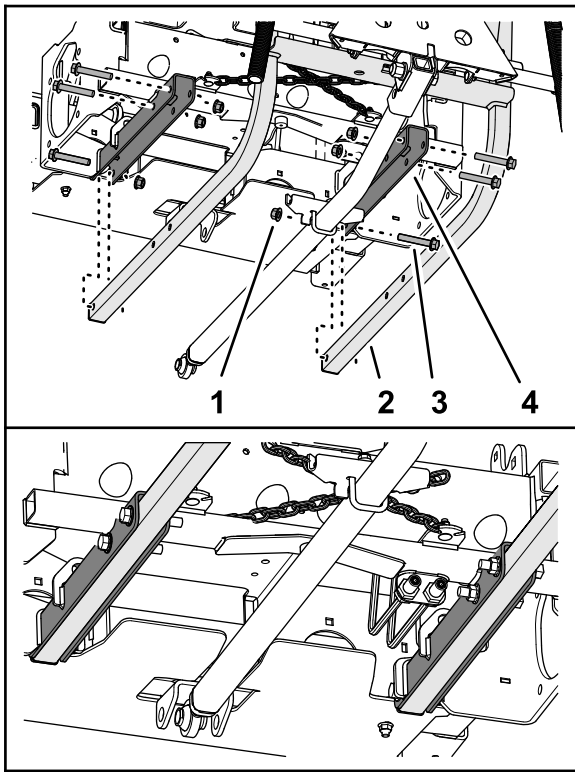

Figura 12
4. Levante la parte trasera del bastidor de elevación del apero trasero para alinear los orificios de los tubos del bastidor de elevación con los orificios de los perfiles del bastidor trasero (Figura 12).